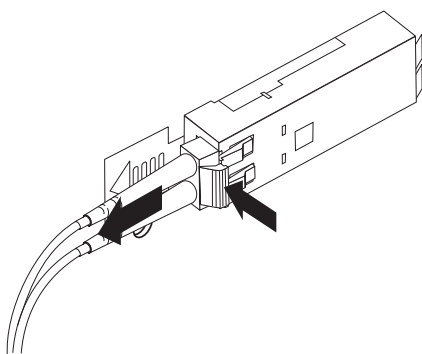

Figura 3-16. Removendo o cabo Fibre Channel LC-LC
2. Enquanto pressiona a alavanca do cabo para baixo, puxe cuidadosamente o conector para remover o cabo do módulo SFP, como mostra a Figura 3-16.